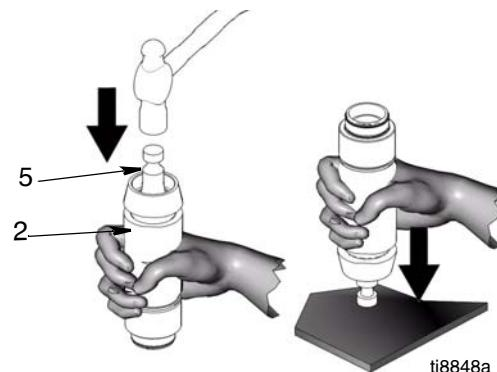

Рис. 4
4. (Рис. 4) Воспользуйтесь молотком для выбивания штока поршня (5) из цилиндра (2), или переверните насос и выбейте шток поршня легкими ударами по верстаку.